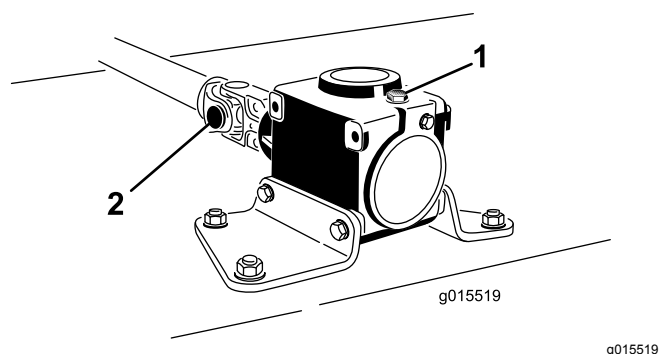

Figura 3
- Rimuovete la spina dalla forcella terminale e dall'albero della scatola degli ingranaggi (Figura 3). Conservate la spina per il successivo utilizzo.
- Allentate le 2 viti a testa cilindrica e i dadi di bloccaggio (Figura 3).